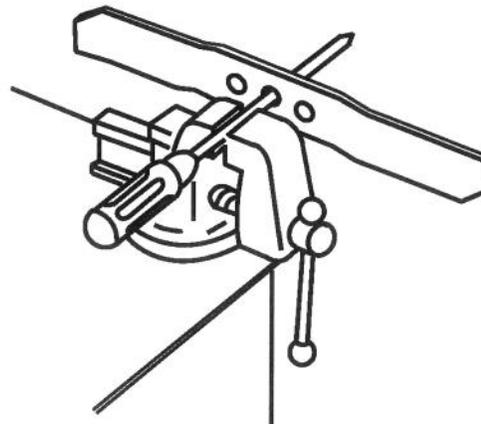

Figure 28
1. Pour vérifier l'équilibrage de la lame, l'enfiler par son trou central sur un tournevis ou un clou maintenu à l'horizontale dans un étau (Fig. 28).